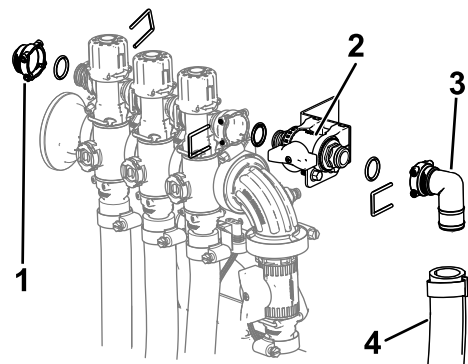

図 21
6. 先に取り外した O リングとリテーナーを使って、コントロールバルブアセンブリをブームバルブに固定する (図 21)。
7. 図 21 に示すように、先に取り外したリテーナーを使って、キャップ (1/2"), O リング、フィッティング、およびホースアセンブリをコントロールバルブに取り付ける。